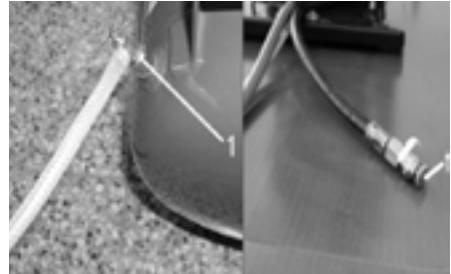
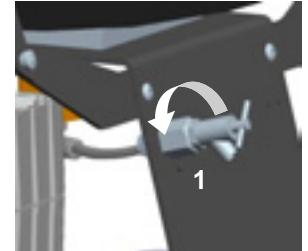

Bild.14
Bild.15      DK50 2V
#### Kompressoren ohne Lufttrockner (Bild.14, Bild.15)
Falls der Kompressor längere Zeit nicht genutzt wird, ist es empfehlenswert, das Kondensat aus dem Druckbehälter abzulassen und den Kompressor dann für 10 Minuten mit geöffnetem Kondensatablassventil (1) (Bild.14, Bild.15) in Betrieb nehmen. Danach den Kompressor mittels des Schalters (3) auf dem Druckschalter (2) (Bild.13) ausschalten, das Ventil für den Kondensatablass schließen und das Gerät vom Stromnetz trennen.
Das Gerät vom Stromnetz trennen. Druckluft aus dem Druckbehälter durch Öffnen des Kondensatablassventils (1) (Bild.14, Bild.15) ablassen. Das Gerät entsprechend der örtlich geltenden Vorschriften entsorgen. Die Entsorgung ist gegebenenfalls einer spezialisierten Firma zu übergeben. Alle Produktteile des Gerätes haben nach Ablauf ihrer Lebensdauer keinen negativen Einfluss auf die Umwelt.